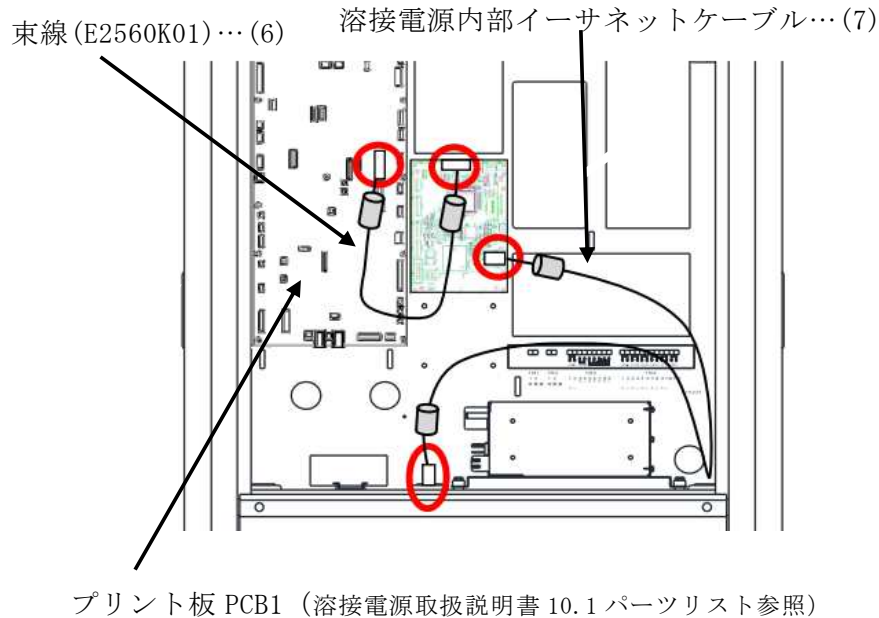

図 5. 配線の取付
- (6) 束線 (E2560K01) を拡張ボード (E2648P00) の CN8 と溶接電源のプリント板 PCB1 の CN43 との間に接続します。(図 5)
- (7) 溶接電源内部イーサネットケーブルを拡張ボード (E2648P00) の CN12 とイーサネット中継コネクタとの間に接続します。このときアース線が付いている方をイーサネット中継コネクタに接続してください。(図 5)